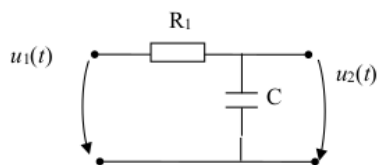
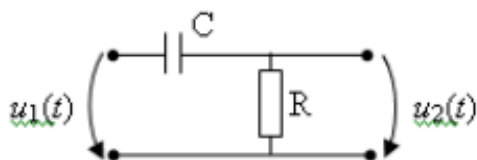
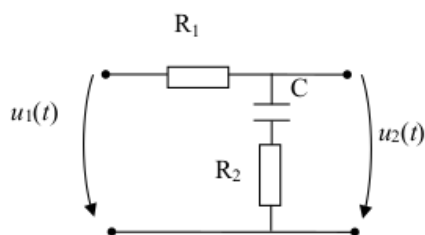

Fig. 1.
Fig. 2.
Fig. 5.
(1) Realizați, pe placa de test, schema din Fig. 1 – 11, cu particularitățile:
(2) Pentru circuitele din Fig. 1, Fig. 2 și Fig. 5: (a) măsurați frecvența de tăiere (f_{-3dB}). Determinați eroarea relativă față de valoarea calculată pe baza valorilor R_1 , C ; (b) măsurați raportul în dB între tensiunea de ieșire și cea de intrare pentru frecvența $f = f_{-3dB}/3$. Determinați eroarea relativă față de valoarea calculată pe baza valorilor R_1 , C ; (c) măsurați, prin metoda sincronizării/metoda elipsei, defazajul între semnalul de ieșire și cel de intrare la frecvența de tăiere și la frecvența $f_{-3dB}/3$. Calculați eroarea față de defazajul teoretic la f_{-3dB} ; (d) măsurați prin trei metode valoarea efectivă a semnalului de intrare, $u_I(t)$. Care este cea mai precisă metodă și de ce? (e) măsurați, cu voltmetrul din multimetrul numeric, tensiunile pe R_1 și C la frecvența de tăiere. Determinați raportul lor. Explicați dacă se pot măsura cele 2 tensiuni și cu osciloscopul și, în caz afirmativ, măsurați și în acest fel.